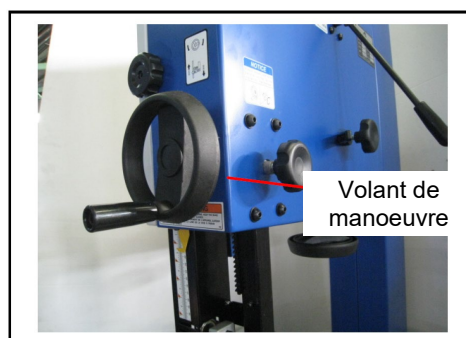

Figure 2
1. Fixez le volant de manœuvre (reportez-vous à la Figure 2) à la machine